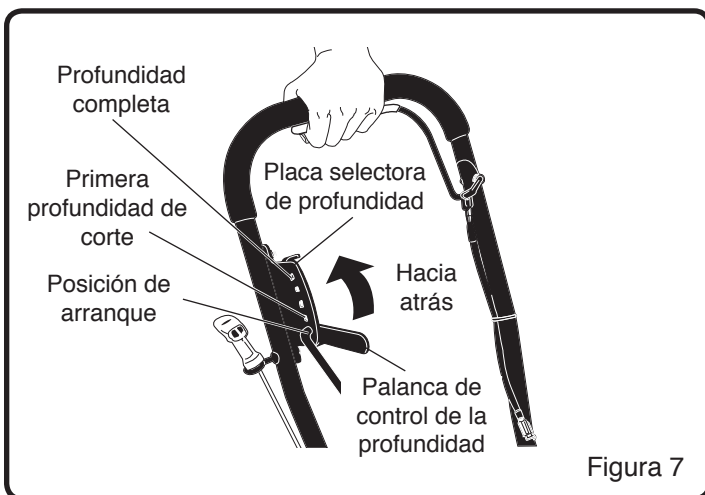

Figura 7
Mover la palanca de control de la profundidad hacia atrás para aumentar la profundidad de corte. (Véase la Figura 7)
3. Colocar la palanca de control de la profundidad en la posición de arranque (Véase la Figura 7). Esto inclinará levemente el bastidor y el motor hacia atrás.